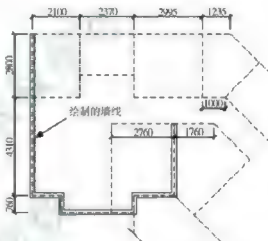

图 7-19
**步骤1:** 执行   命令, 出现提示, 根据命令提示设置参数, 设置完成参数之后, 在绘图区需要绘制多线的地方依次单击绘制墙线, 最后按 Enter 键结束多线的绘制。绘制的墙线如图 7-19 所示。